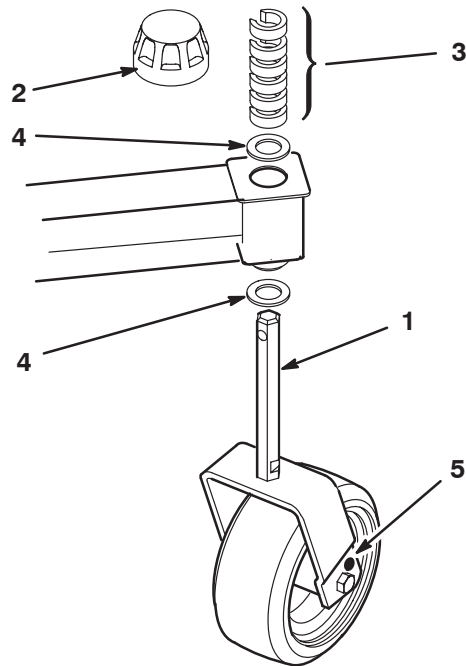

Figure 11
1. Retirez le chapeau de tension de l'axe de pivot (Fig. 11).
2. Retirez ou ajoutez des entretoises en forme de C du côté étroit de l'axe de pivot, sous le bras pivotant, pour obtenir la hauteur de coupe désirée (Fig. 11). Assurez-vous que les rondelles de butée, pas les entretoises, touchent le haut et le bas du bras pivotant.
3. Fixez l'ensemble avec le chapeau de tension (Fig. 11).